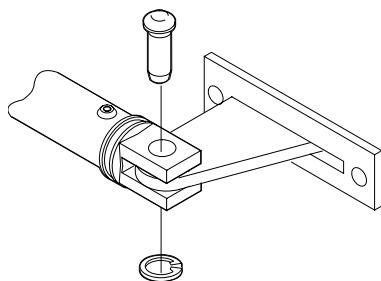

Abb. 6
- 7) Vorderen Anschluß nach Hinweisen von Abb. 6 mit der Spindel verbinden.